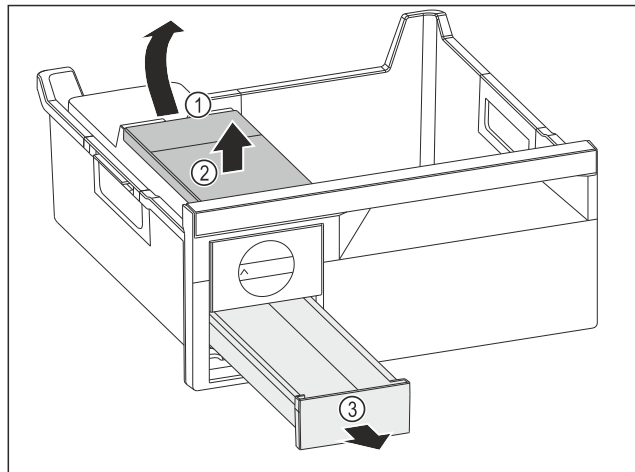

Fig. 140
- ▶ Watertank wegnemen: Watertank bij de uitsparing Fig. 140 (1) optillen.
- ▶ Watertank Fig. 140 (2) naar boven toe wegnemen.
- ▶ IJsblokjesvak Fig. 140 (3) naar voren toe wegnemen.